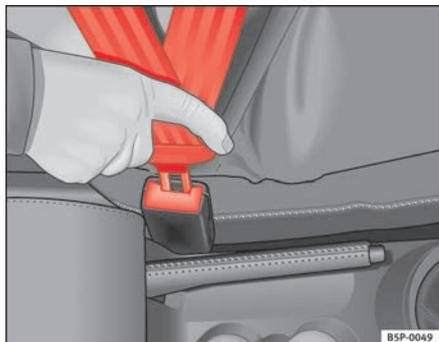

Abb. 12 Gurtschloss und Schlosszunge des Sicherheitsgurtes
- Stecken Sie die Schlosszunge in das zum Sitz gehörende Gurtschloss, bis es hörbar einrastet ⇒ Abb. 12.